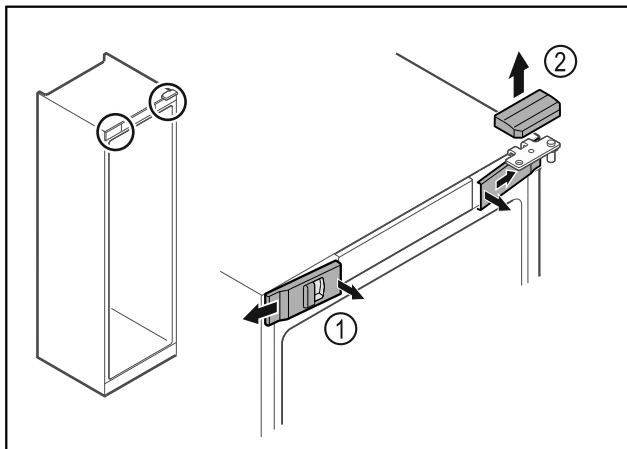

Fig. 7 \*
▶ Wycześcić przednie osłonki Fig. 7 (1) i odchylić w bok.\*
▶ Górną osłonkę Fig. 7 (2) zdjąć w górę.\*